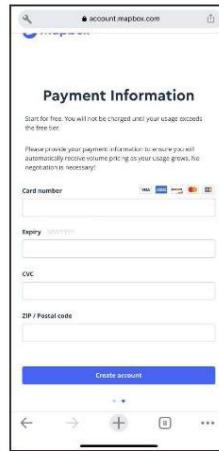

Figura 2
2.3 Introduzca la información de pago. (Ver Figura 2)